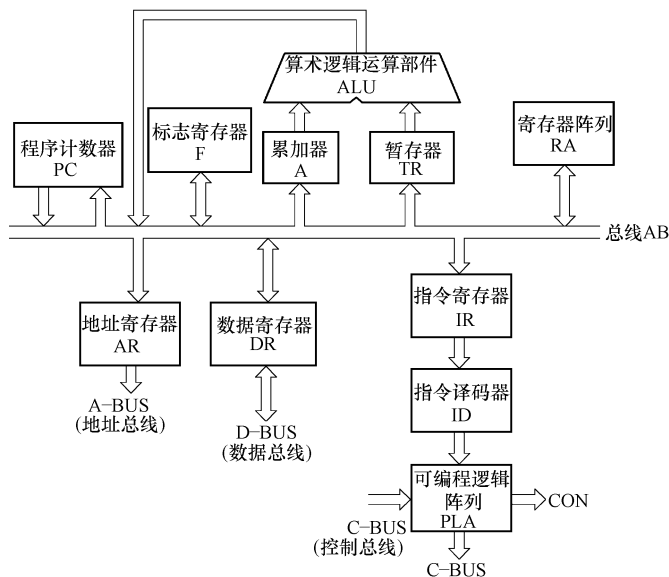

图 16-2 中央处理单元组成框图
如图 16-2 所示是典型的中央处理单元组成框图, 各单元电路可以归纳成为三类: 一是算术逻辑运算部件, 二是控制逻辑部件, 三是寄存器部件, 它们都挂在内部总线上。CPU 对外引出端分别为地址总线 (AB)、数据总线 (DB) 和控制总线 (CB)。